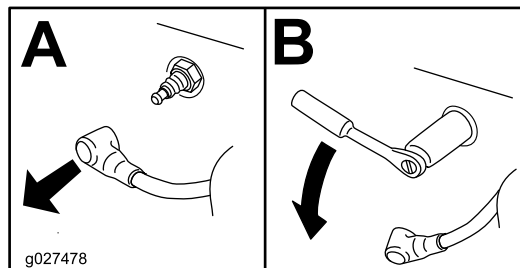

Figura 53
4. Rimuovete la candela (**Figura 53**).